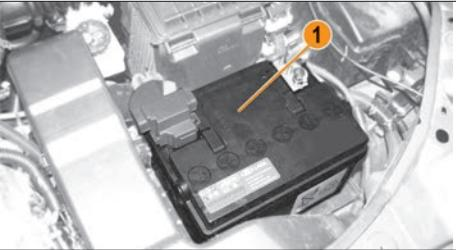

Рис. 6.10.1. Аккумуляторная батарея
**В вариантом исполнении** аккумуляторная батарея 1 (рис. 6.10.1) имеет индикатор «глазок» плотности и уровня электролита. Состояние АКБ можно определить по его цвету: